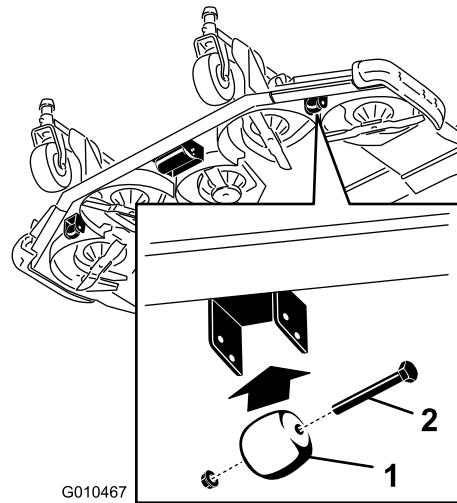

図 30
- ローラのシャフトをデッキのブラケットに固定しているネジとナットを取り外す（図 30）。
1. ゲージホイールをカッティングユニットのブラケットに固定しているボルトとナットを外す(図30)。